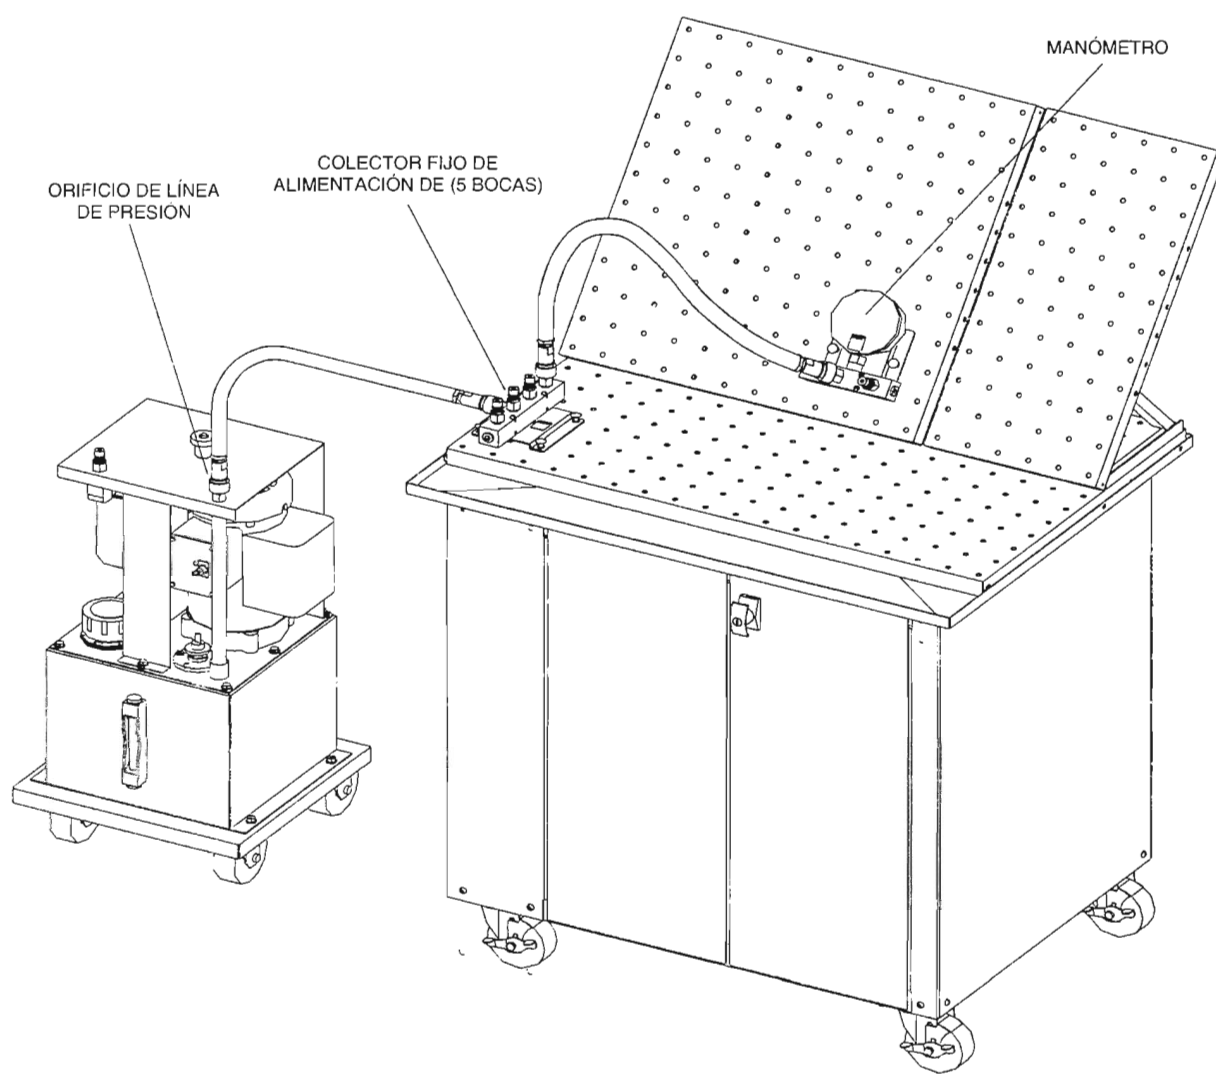

Figura 1-14. Circuito básico para instalar.
- 10. Instale el circuito básico mostrado en la Figura 1-14. Para realizar esto, siga los siguientes pasos:
- b. Conecte una manguera entre el orificio de la línea de presión de la fuente de alimentación hidráulica y la boca de entrada del colector de alimentación, como muestra la Figura 1-14. Conecte una segunda manguera entre una de las cuatro bocas restantes, en el colector de alimentación y una de las tres bocas en el manómetro.